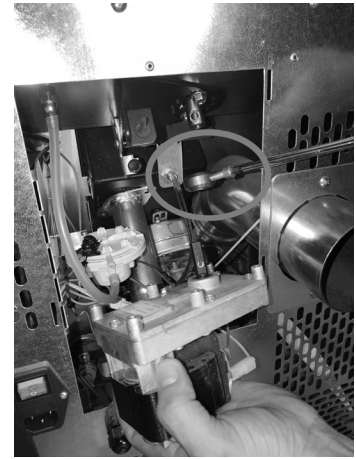

Fig. 80 - Remoção do motorreductor
- Remover o motorreductor desaparafusando o parafuso que o bloqueia (ver **Fig. 80**).